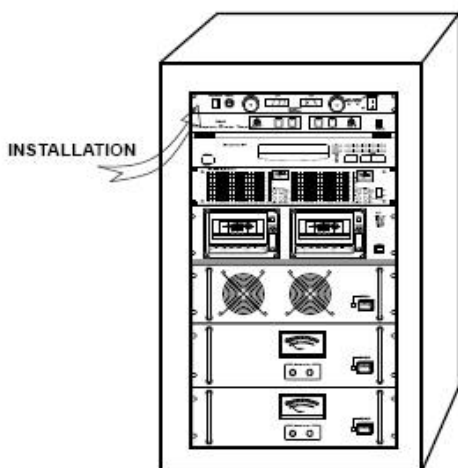

Fig. 1
- 1- Este distribuidor de corriente es el perfecto accesorio para montajes en "Rack". Lo más aconsejable es poner el distribuidor en la parte superior del rack, para mayor comodidad de manejo. (Fig. 1)